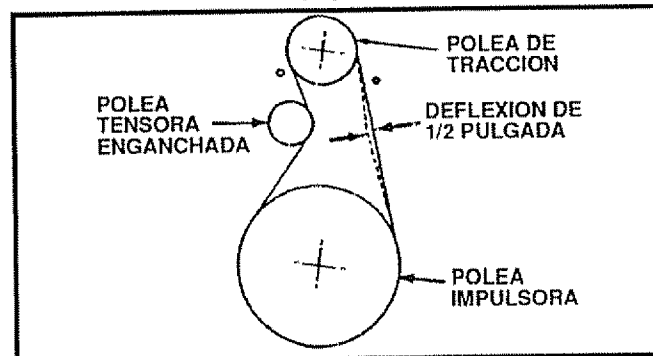

FIG. 26
- Afloje la tuerca en la polea tensora (Véase Fig. 26) y mueva la polea hacia la correa aproximadamente 1/8 de pulgada.
moderada (Véase Fig. 26).